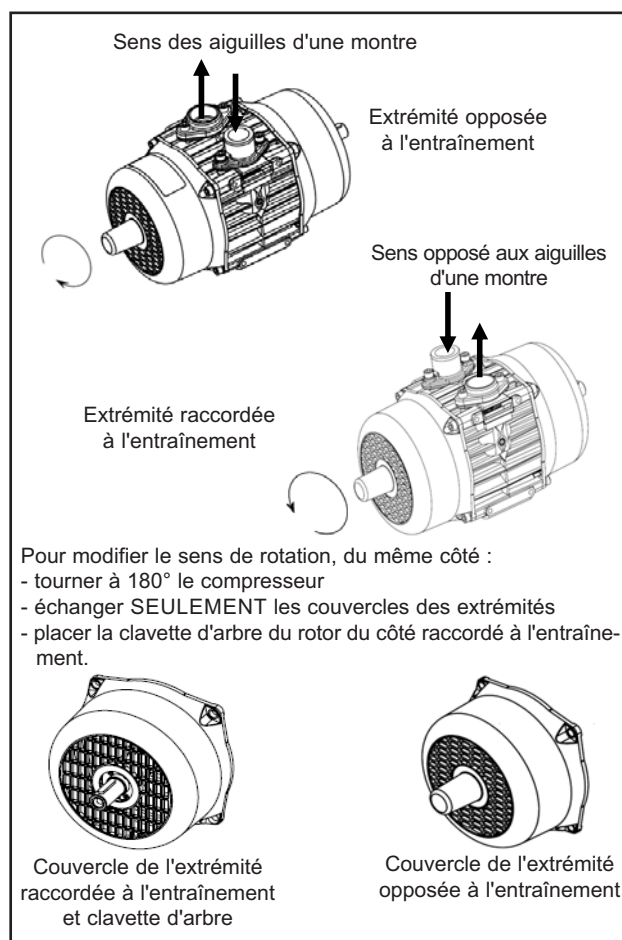

Figure 2
2. L'entraînement peut être raccordé à un côté ou l'autre du compresseur mais l'arbre d'entraînement DOIT toujours être horizontal à  $\pm 5^\circ$  près ; voir la figure 2.